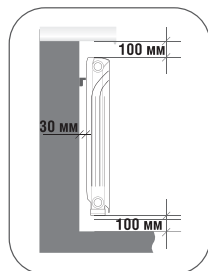

рис. 1
1. Для максимальной теплоотдачи радиатора необходимо соблюдать расстояния, указанные на рис. 1